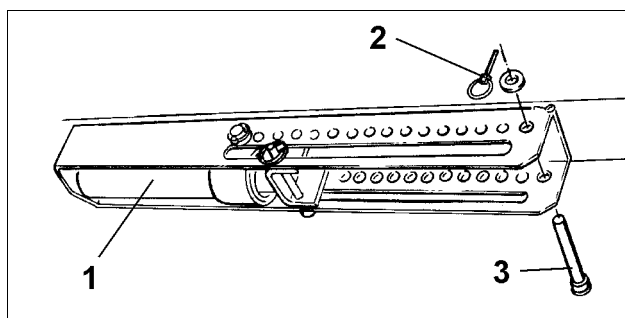

Fig. 63
- Hydraulikcylinderen (Fig. 63/1) gøres trykløs
- Bolten (Fig. 63/3) sættes i et hul i hulskinnen og sikres derefter med en ringsplit (Fig. 63/2).